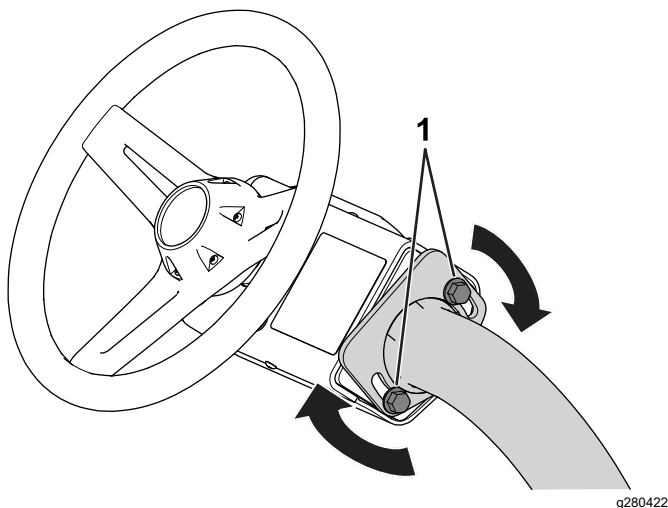

Figura 29
1. Slăbii uruburile (Figura 29) care fixează ansamblul volanului pe braul de direcție.
3. Strângei uruburile (Figura 29) pentru a fixa ansamblul volanului în poziia ajustată.